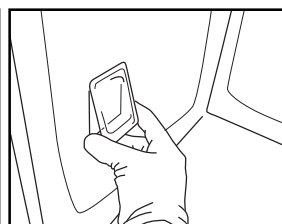

Fig. 10
5. Volte a colocar a cobertura da lâmpada, empurrando-a contra a parede para que encaixe corretamente (Fig. 10).